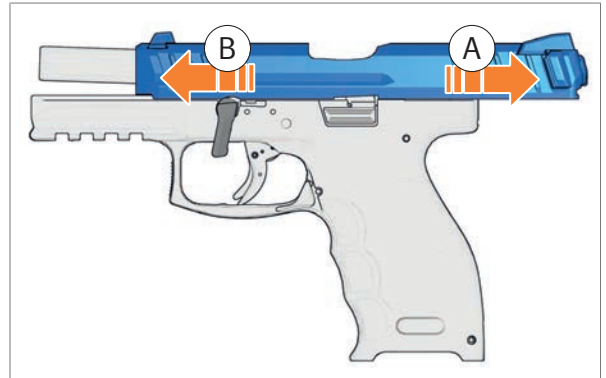

Abb. 60: Verschluss vom Griffstück schieben
4. Verschluss nach hinten ziehen und halten (Abb. 60).
5. Verschluss langsam nach vorne führen und vom Griffstück schieben (Abb. 60).